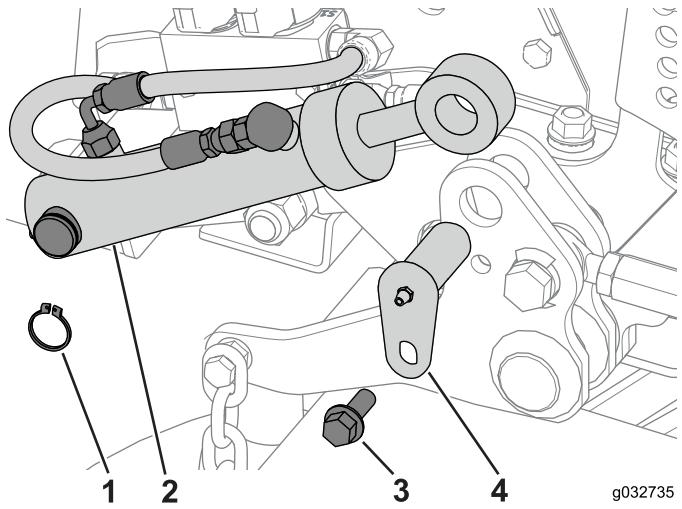

Bild 123
3. Befestigen Sie den Mähwerkhubzylinder mit dem Halterung, dem Lagerbolzen und der Schraube an der Drehstrebe (Bild 123).